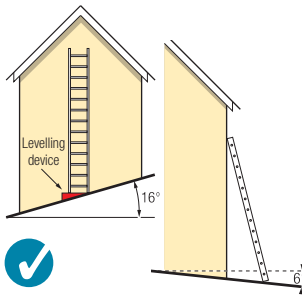

Figura 3 Scară amplasată la max. 16° pe o pantă laterală și la 6° pe o contrapantă
- 16° pentru pante laterale – însă treptele-stinghie ale scării trebuie să fie la același nivel (vezi figura 3);
- 6° pentru contrapante (vezi figura 3);